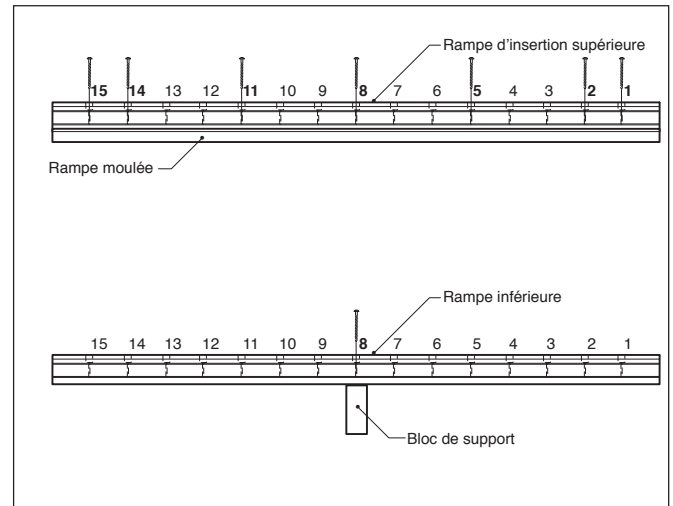
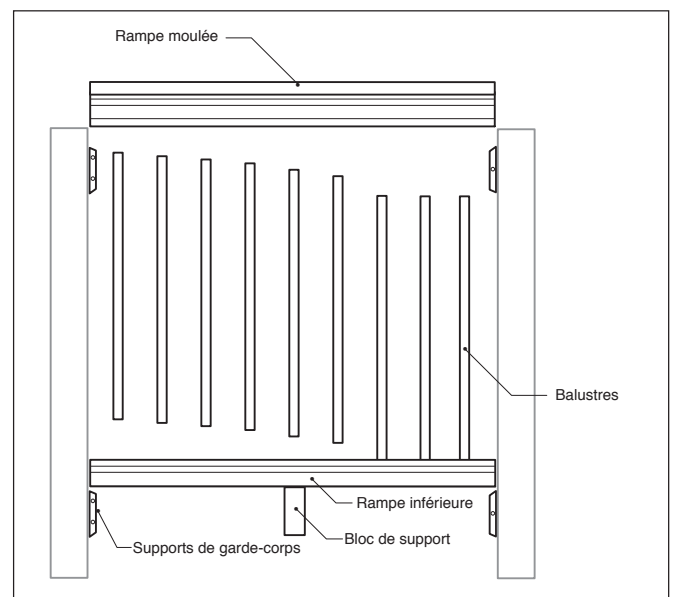

Fig. 1
Fig. 2
**Étape 3 :** Attachez le bloc de support en bas de la rampe inférieure de 5,08 cm x 10,16 cm (2x4 po) à l'aide de la vis de 10,16 cm (4 po). Le bloc de support est installé sous le trou 8. Si votre rampe n'a pas été raccourcie uniformément des deux côtés, trouvez le trou le plus proche du centre pour fixer fermement le bloc de support. Si ce trou n'a pas été pré-percé, pré-percez avec une mèche de 1/8 po. (**Fig. 1**)
**Étape 4 :** Attachez les (4) supports de garde-corps DeckoRail® de 5,08 cm x 10,16 cm (2x4 po) aux montants conformément aux instructions ci-jointes.
**Étape 5 :** Attachez la rampe inférieure de 5,08 cm x 10,16 cm (2x4 po) avec les trous faisant face vers le haut, à l'aide des supports de garde-corps DeckoRail de 5,08 cm x 10,16 cm (2x4 po). Insérez les balustres dans les trous pré-perçés. (**Fig. 2**)
**Étape 6 :** Attachez la rampe moulée en alignant les trous sur le balustre à une extrémité de la rampe et en progressant vers l'autre extrémité en vous assurant que les balustres sont fixés solidement entre les deux rampes. (**Fig. 2**)